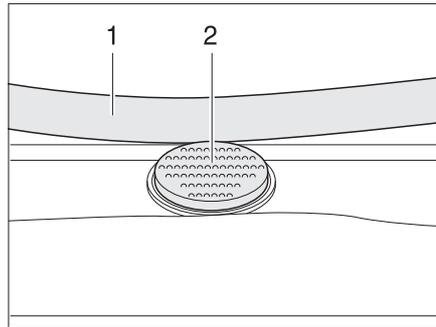

Bild 44 Sicherungsknopf an der Heki-Dachhaube
- Den Sicherungsknopf (Bild 44,2) drücken und den Bügel (Bild 44,1) mit beiden Händen nach unten ziehen.
- Den Bügel mit beiden Händen nach oben drücken, bis der Bügel oberhalb des Sicherungsknopfes (Bild 44,2) liegt.